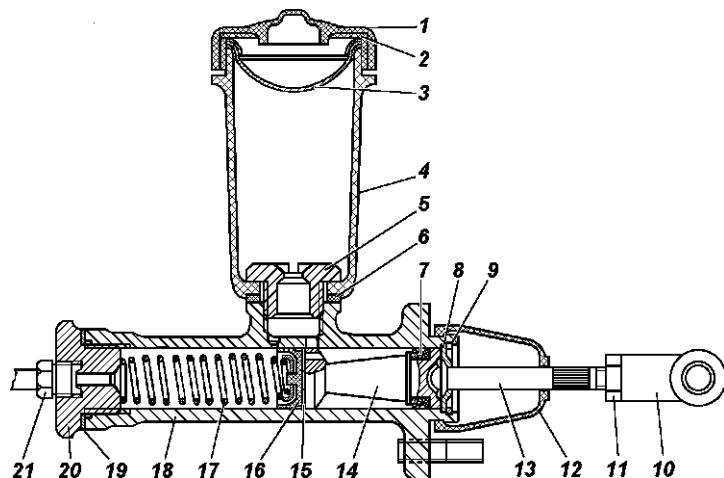

Рис. 5.4. Главный цилиндр выключения сцепления:
Положение педали выключения сцепления регулируется изменением длины толкателя 13 (рис. 5.4) главного цилиндра выключения сцепления. Полный ход педали сцепления должен быть  $150 \pm 20$  мм. Свободный ход (5-30 мм) обеспечивается конструкцией сцепления и не регулируется.
- снимите крышку 1 (рис. 5.4) и сетку 3 наполнительного бачка;